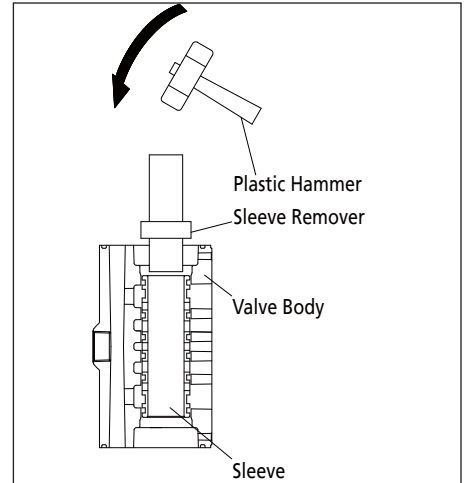

Figure 30
- Suppression de la manche à l'aide du manche remover (outil spécial: le numéro de pièce 713180). (Voir Figure 30 et 31)